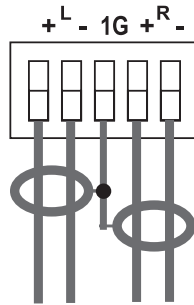

Рис. 6. Подключение источников и приемников балансного стереофонического аудиосигнала
- подключение источников и приемников балансного аудиосигнала (рис. 6)